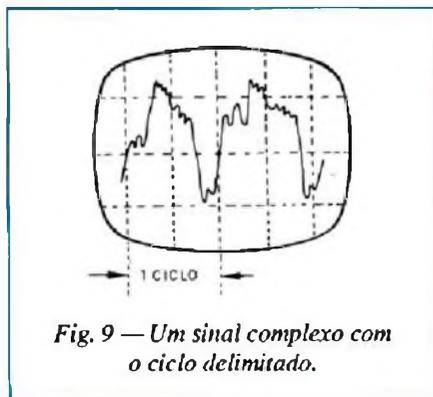

Fig. 9 — Um sinal complexo com o ciclo delimitado.
O procedimento para a medida de frequências de sinais que não tenham formas de ondas senoidais é semelhante ao que vimos no item 1 desta lição. Devemos apenas identificar onde começa e onde termina um ciclo, para tomarmos este ponto na referência do período. Um sinal complexo como o da fig. 9 deve ser analisado com cuidado para que possamos separar exatamente um ciclo.